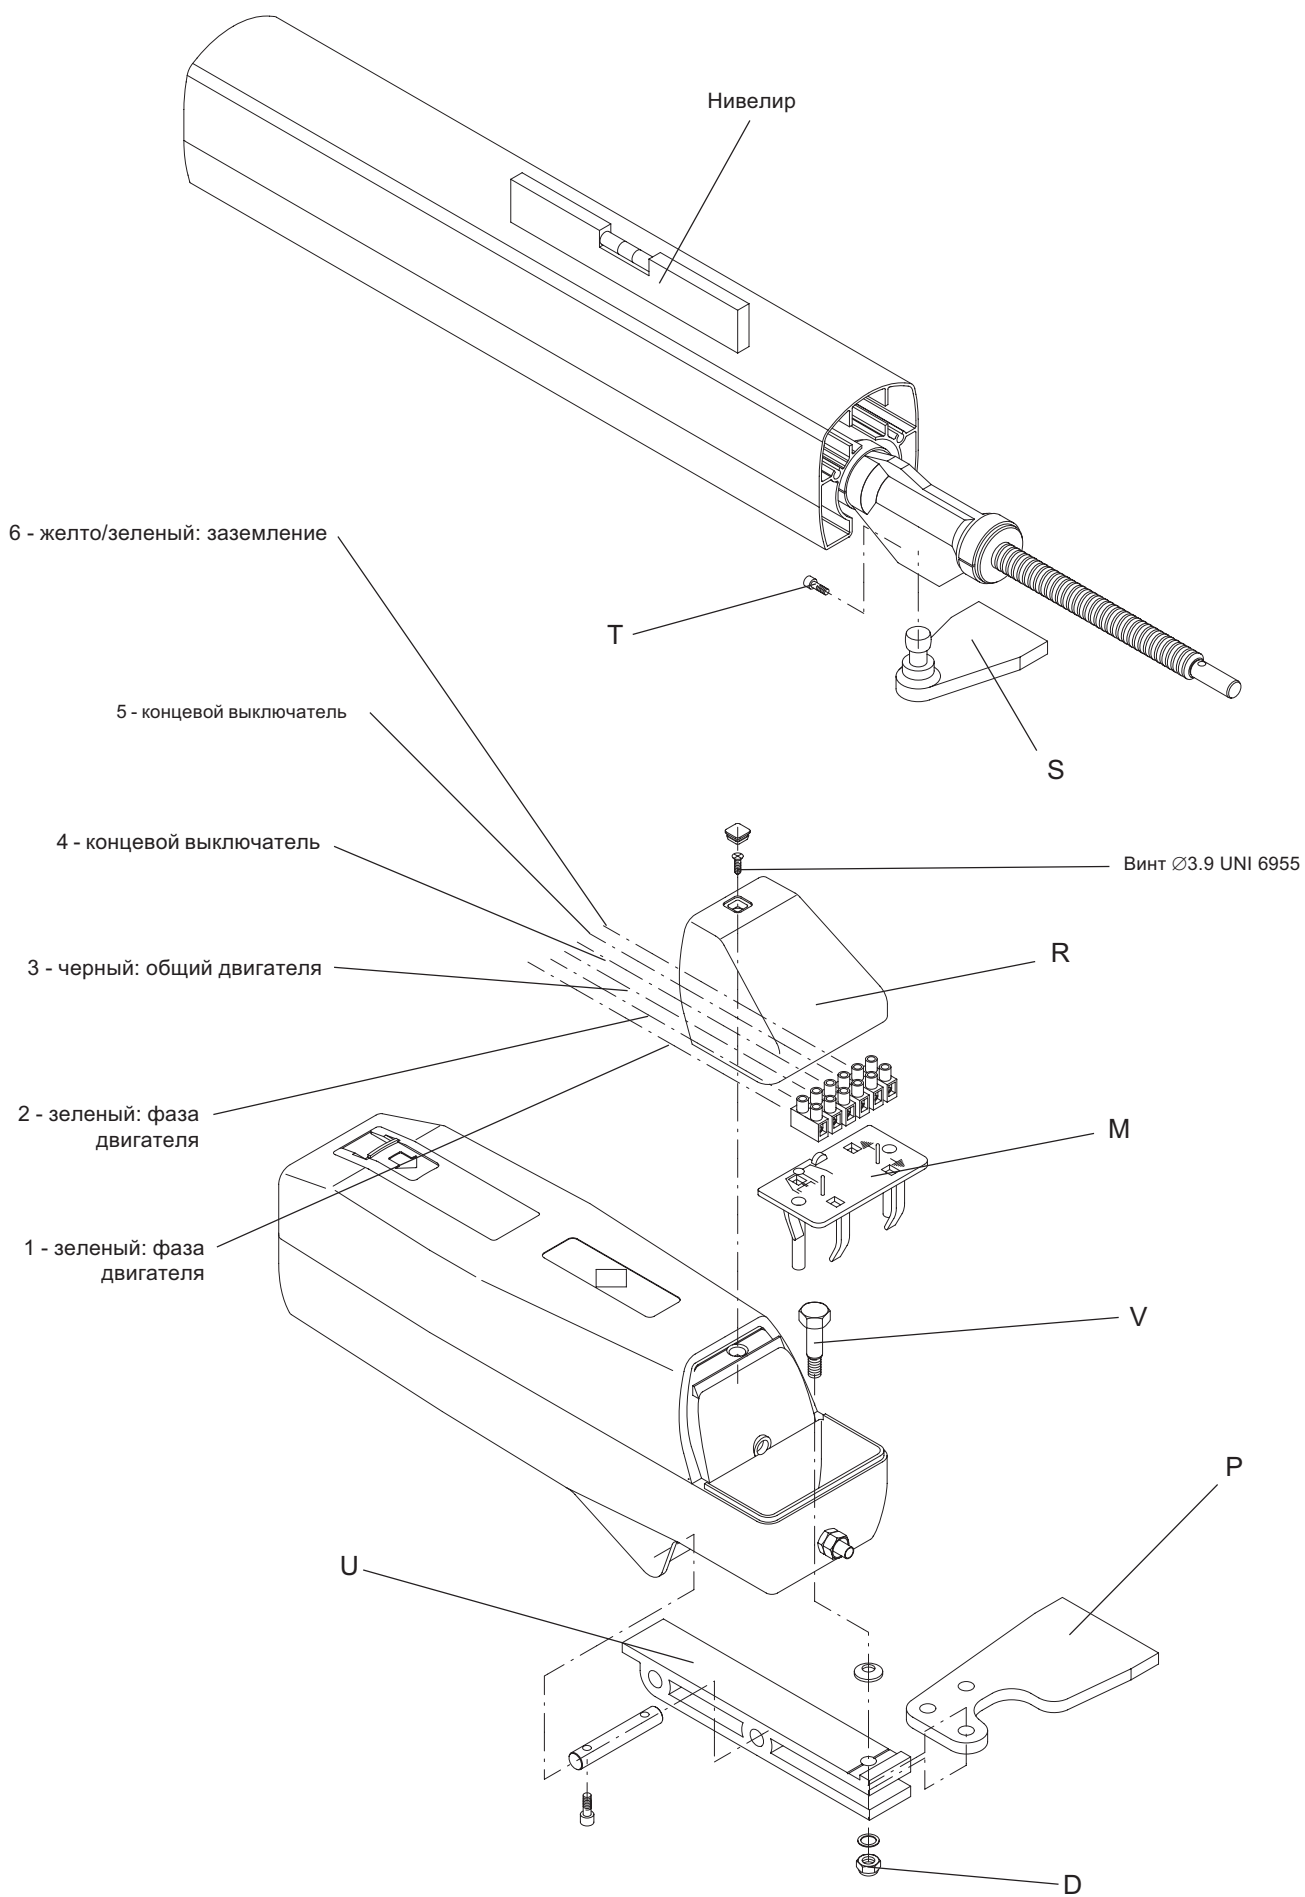

Рис. 3
- 4.2. С закрытой створкой приварить, на том же уровне что пластина P, кронштейн S (рис. 3) на поперечину створки или другой адекватно прочный элемент; помните, что при полностью закрытых воротах привод не должен полностью доходить до конца своего хода.